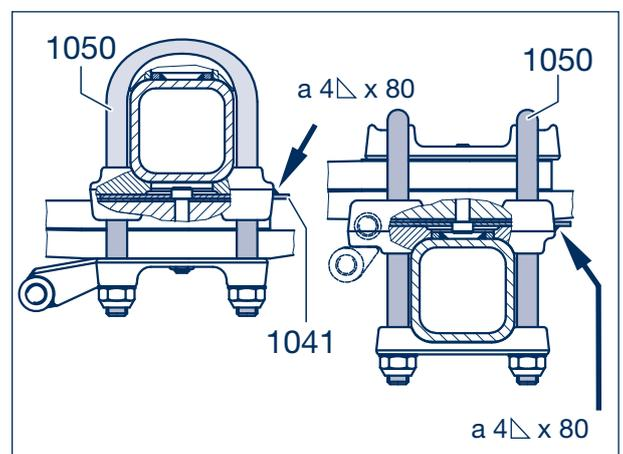

Figure 5
- [7] S'il y a des plaques de triangulation, les souder aux patins de fixation (figure 5 / flèches).